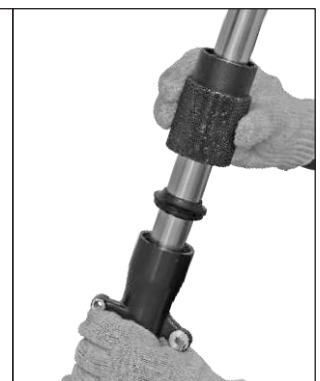

Fig. 1.13B
- Se usa para instalar el retenedor de aceite en las botellas de la suspensión delantera. (Fig. 1.13B)